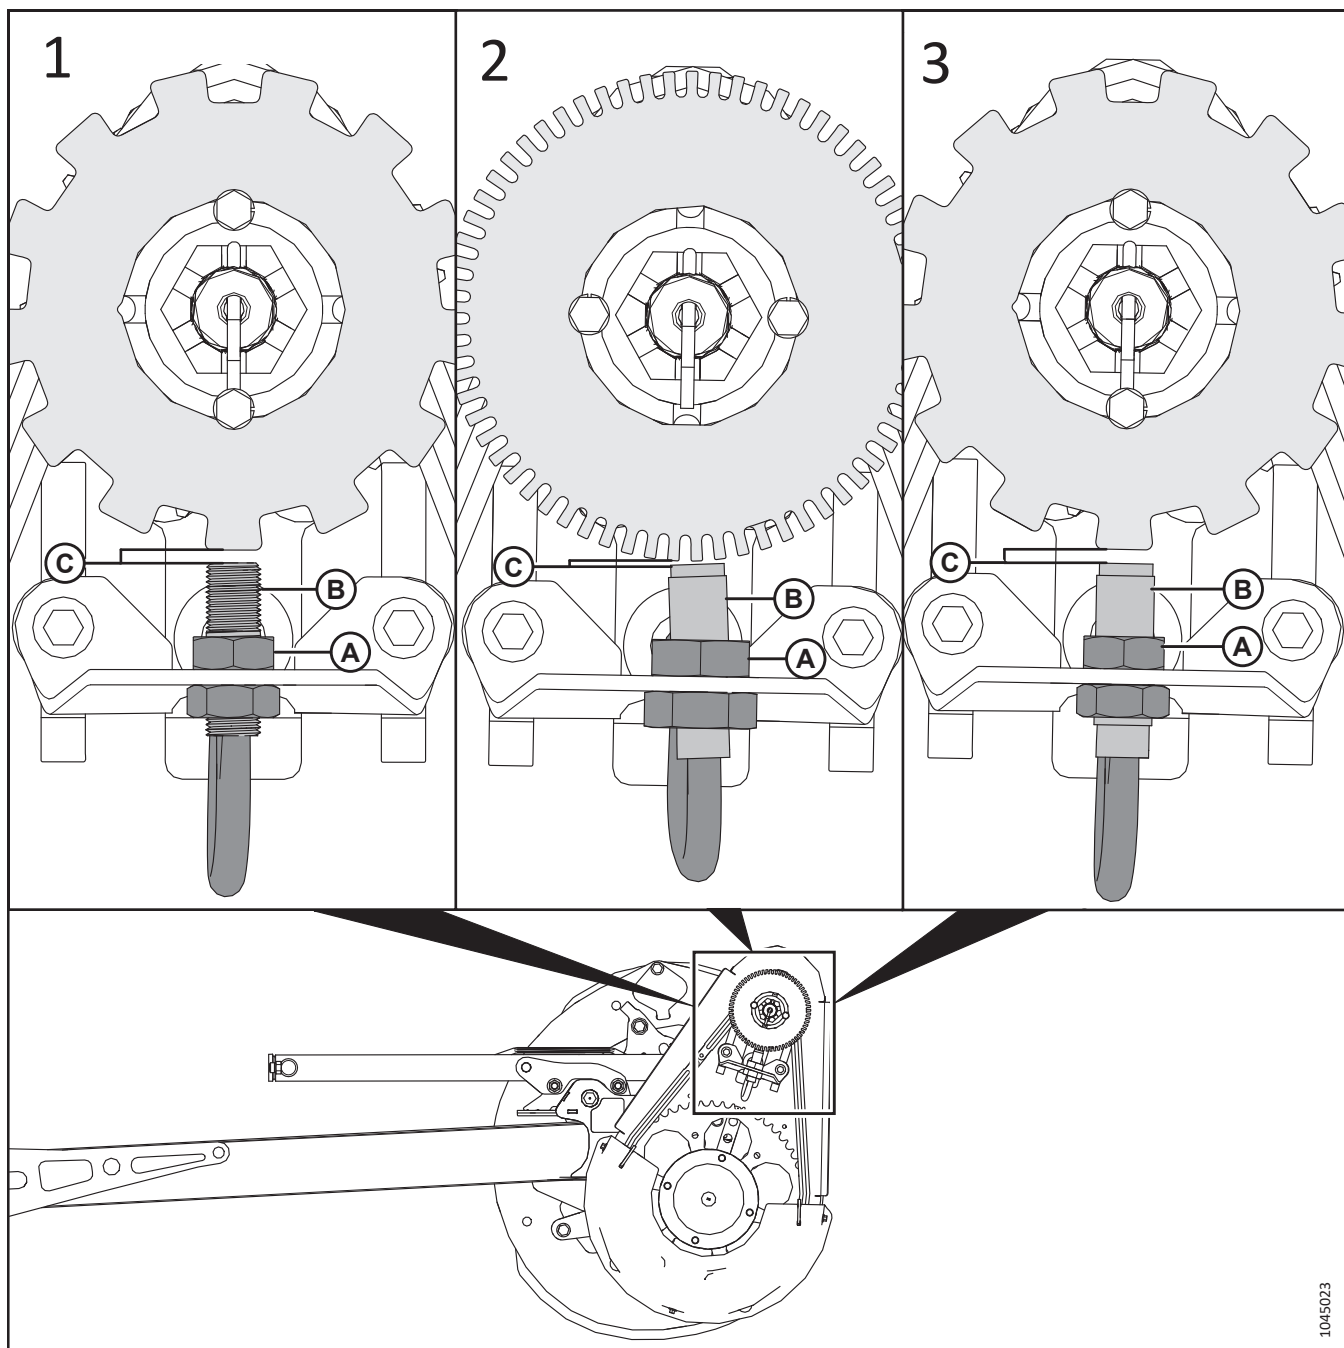

Рисунок 4.335: Конфігурація датчика швидкості мотвила та дисків
6. Відкрутіть верхню гайку на новому датчику й установіть датчик (B) в опору. Закріпіть його за допомогою верхньої гайки (A).
7. Використовуйте таблицю та рисунок 4.335, стор. 481, щоб визначити тип датчика для комбайна, і відрегулюйте гайки датчика, щоб встановити зазор (C) відповідно до наступних специфікацій: